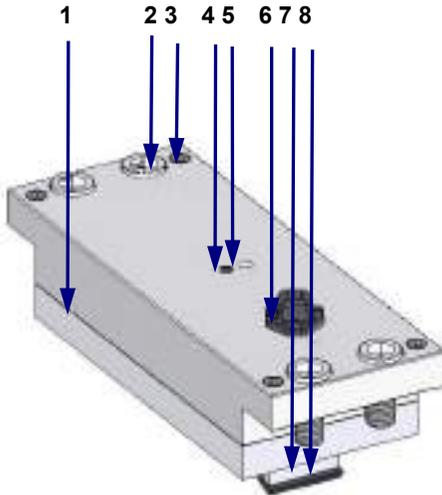

图4 制动机构的示意图
- 微动开关的动作位置可通过调节“微动开关动作位置调节螺钉”(见图 4 中序 5)来实现。